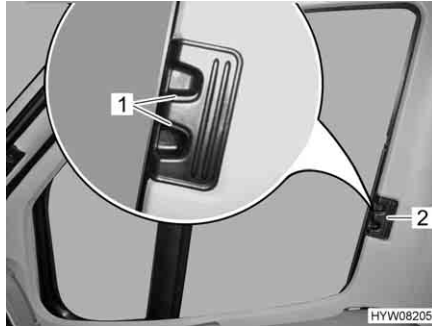

Fig. 65 Estor plegable para la ventana del conductor/acompañante
- Presionar los tiradores de desbloqueo (Fig. 65,1) y mantenerlos presionados.
- Cerrar los estores plegables para la ventana del conductor y la ventana del acompañante tirando en el tirador (Fig. 65,2) hacia el otro lado de la ventana y uniéndolos en las tiras magnéticas.
- Introducir los estores plegables para la ventana del conductor y la ventana del acompañante hasta el tope desplazando el tirador (Fig. 65,2).
- Soltar los tiradores de desbloqueo (Fig. 65,1) y dejar que engatillen.